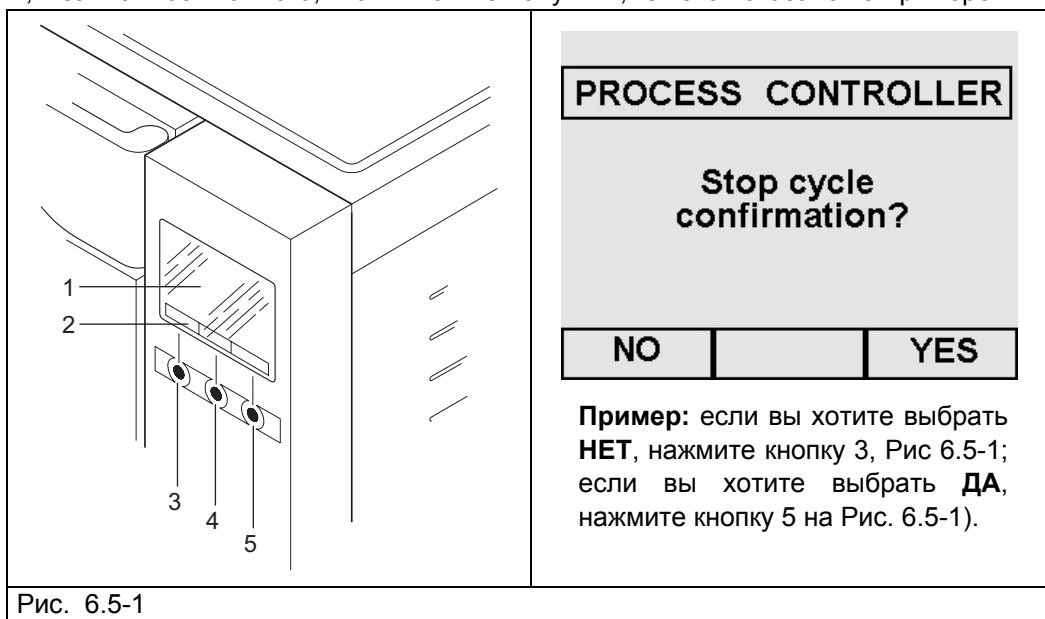

Рис. 6.5-1
Паровой стерилизатор E9 INSPECTION® оборудован интерфейсом пользователя с ЖК-дисплеем (1 на Рис. 6.5-1), с линейкой органов управления (2 на Рис. 6.5-1), всегда находящейся в его нижней части, рядом с линейкой с тремя кнопками (3-4-5 на Рис. 6.5-1). Панель всегда соответствует указаниям на линейке управления на экране.
Три кнопки на кнопочной панели (3-4-5 на Рис. 6.5-1) используются для выполнения функций всего программирования, применения и техобслуживания оборудования.
Их функции непосредственно зависят от того, что появляется на линейке управления над ними (2 на Рис. 6.5-1) на экране: нажмите кнопку, которая соответствует функции, указанной на линейке управления, в зависимости от того, что вы хотите получить, как это показано на примере внизу.
**Пример:** если вы хотите выбрать **НЕТ**, нажмите кнопку 3, Рис 6.5-1; если вы хотите выбрать **ДА**, нажмите кнопку 5 на Рис. 6.5-1).